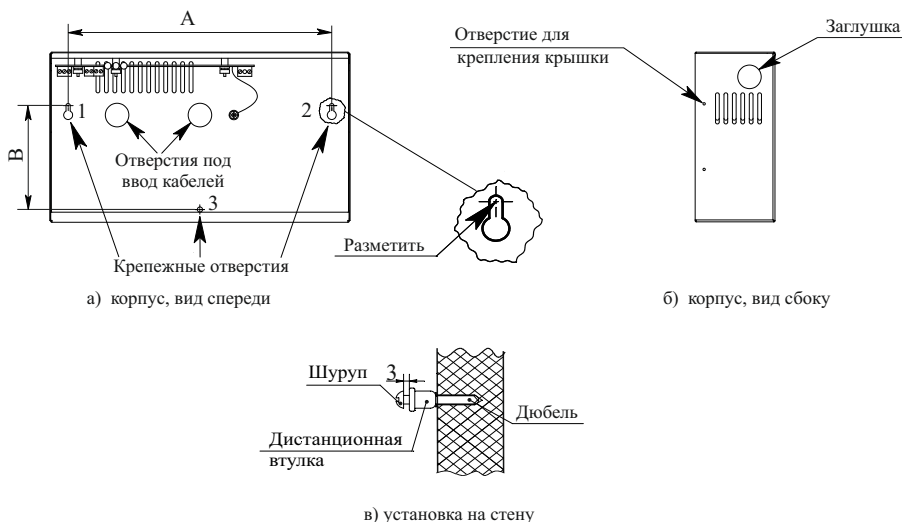

Рисунок 1
- а) разметить в месте установки точки крепления через крепежные отверстия в корпусе источника (рисунок 1, а).
- б) просверлить три отверстия Ø 6 мм (под шуруп 4 × 45), или Ø 8 мм (под шуруп 6 × 40) (рисунок 1, а) и вставить в них дюбели, установить дистанционные втулки и вернуть шурупы (рисунок 1, в) через крепежные отверстия 1 и 2;
– через отверстие находящееся на задней стенке корпуса (рисунок 1, а);
– через отверстие находящееся на боковой стенке корпуса, предварительно выдавив заглушку подходящим под диаметр заглушки инструментом (рисунок 1, б). При необходимости возможна установка проходного изолятора проводов (в комплектность не входит);
- г) повесить источник на шурупы в крепежных отверстиях 1 и 2 (рисунок 1, а). Вернуть шуруп через дистанционную втулку в крепежное отверстие 3 (рисунок 1, в). Зафиксировать корпус, закрутив шурупы до упора;
- д) при необходимости, крышку корпуса закрепить саморезами, входящими в комплектность, через отверстия, находящиеся на боковых стенках корпуса (рисунок 1, б).